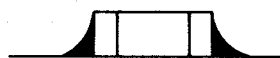

Abbildung 57.
8. Die Lötmittelmenge sollte passend sein: durch übermäßige Menge kann der Chip rissig werden und andere Störungen können die Folge sein (Krümmung der Leiterplatte, Verklammern der Klemmen usw.). Siehe Abb. 57.